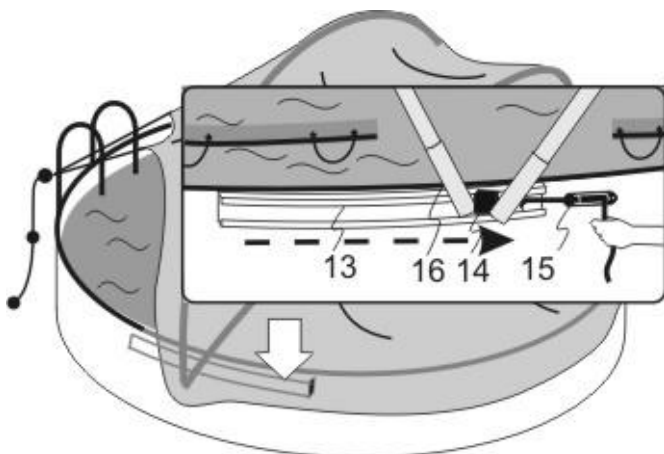

Abb. 10.3
- Das Zugseil an die Einstiegsleiter anhaken. Cabrio Dome entlang des „C“ Profils schieben und das Seil im Schieber (14) in den Spanner (15) einklemmen. (Abb. 10.3)